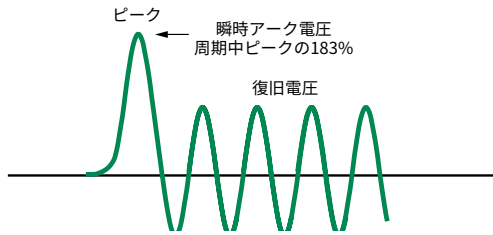

図 12 - アーク時間中のトランジェント過電圧
**アーク電圧** (図 12 参照) – アーク時間中に過電流保護装置を通過するトランジェント電圧。これは通常、瞬時ピーク電圧 (Vpeak または Epeak)、稀に電圧の実効値でも表されます。